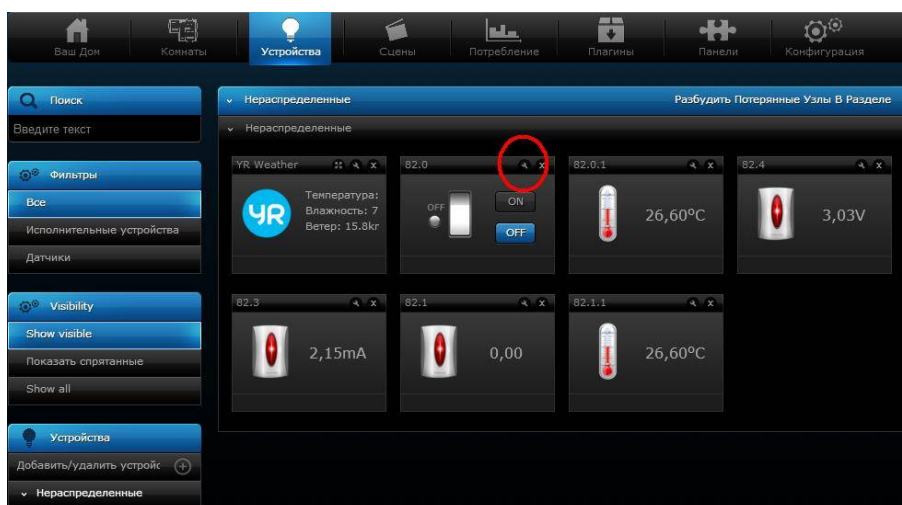

Рис. 5
7.1 Для настройки каналов нужно, находясь во вкладке «Устройства» (см. п.3), нажать кнопку настройки, на рис. 5 показана обведенной кругом красного цвета.